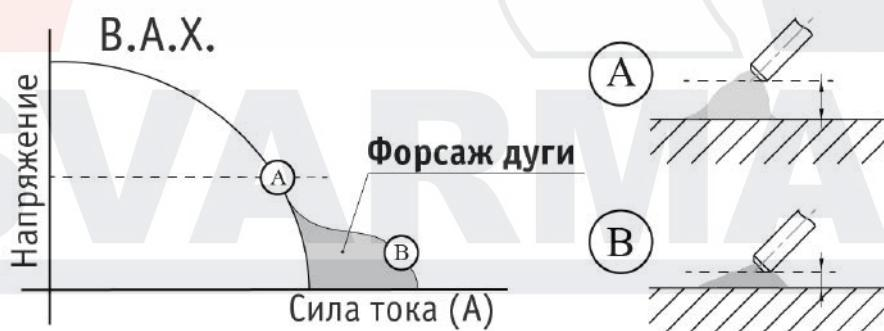

Рис. 6.4. Форсаж дуги.
Форсаж дуги: рекомендуется применять при сварке покрытыми электродами на малых токах. В процессе сварки происходит автоматическая регулировка силы сварочного тока, что уменьшает склонность к залипанию покрытого электрода к свариваемой детали (См. рис. 6.4.).
7. Установите необходимое значение форсажа дуги (См. рис. 6.4).